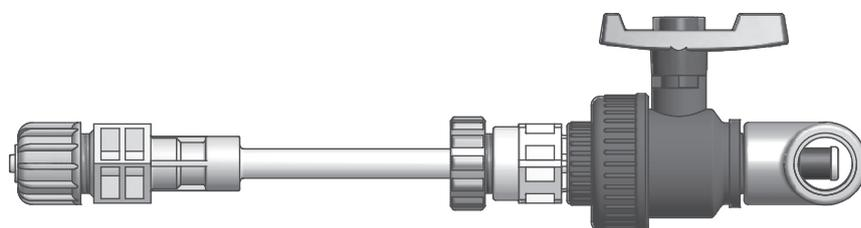

FIG. 2.
- Aprire il rubinetto e spingere il corpo della lancia a fondo fino a aggiungere il raccordo "T" a metà altezza (fig 2).
- Serrare saldamente l'anello sul dado come in fig 2 per evitare che la lancia venga espulsa dalla pressione dell'acqua.